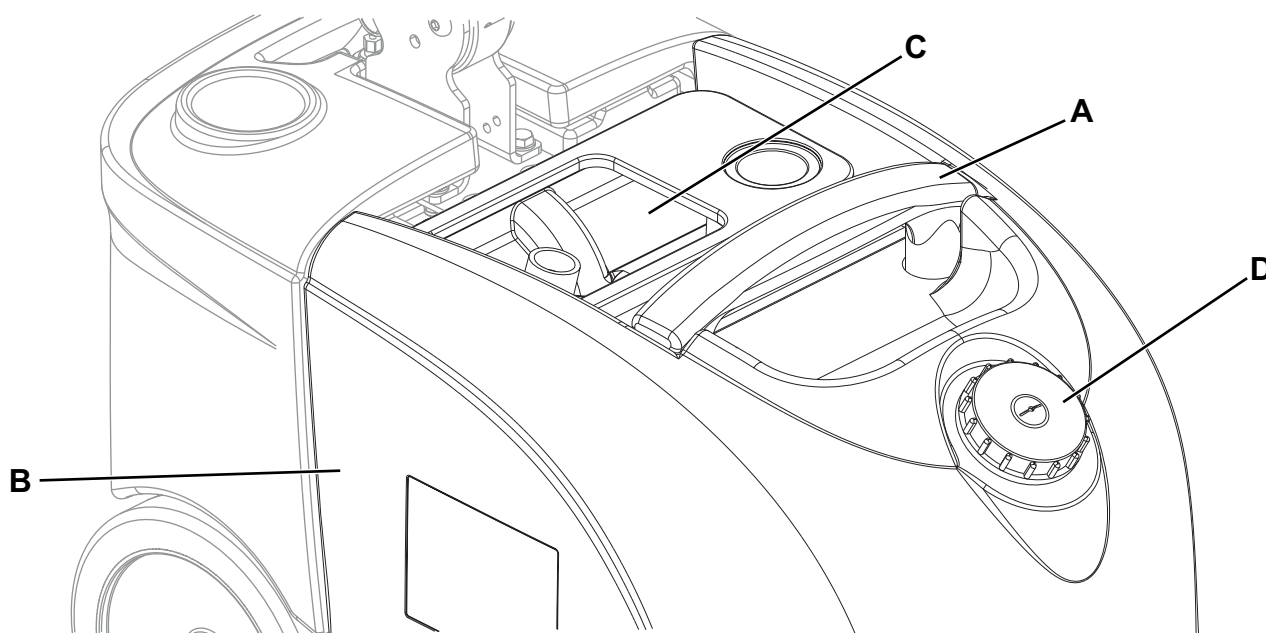

Figure 3
1. Contrôler que la manette (31) du sélecteur de fonctions soit en position « 0 ».
3. Enlever le couvercle transparent (24).
4. Saisir la poignée (A, Fig. 3) et soulever le groupe réservoirs (B).
5. Vider le réservoir de l'eau de récupération (C). Le travail effectué, rincer le réservoir à l'eau propre.
6. Dévisser le bouchon (D) et vider le réservoir de solution. Le travail effectué, rincer le réservoir à l'eau propre.
7. Reposer le groupe réservoirs (22) sur le cadre de la machine et le couvercle transparent (23).